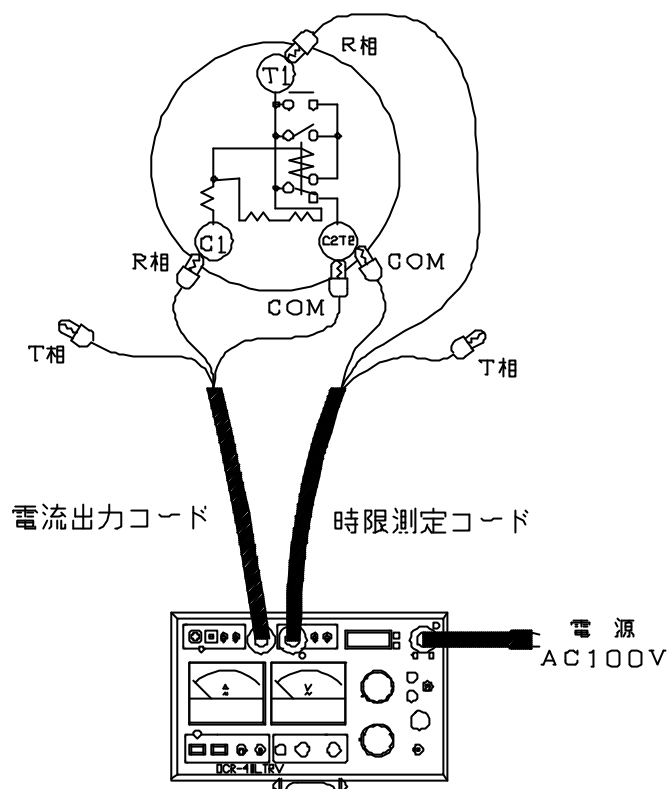

図4：単体試験（2次電流引き外しタイプ：R相）時限測定コード接続有り
5. 以上のような点を注意し、試験回路を構成します。(図4,5,6,7,8)